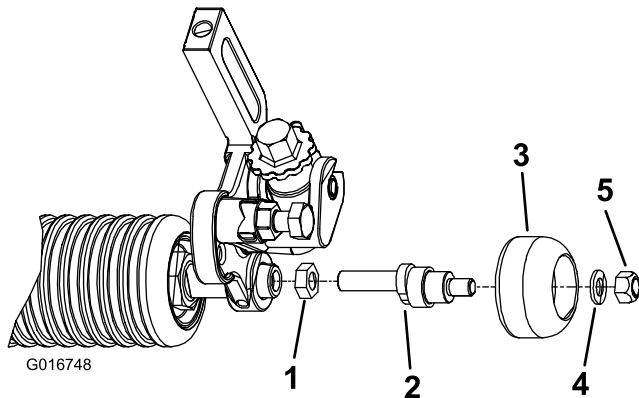

Figura 1
2. Enrosque la tuerca autoblocante a fondo en el extremo roscado más largo del eje acodado (Figura 1). El extremo deformable de la tuerca autoblocante debe entrar lo último en la rosca. No apriete.
3. Aplique Loctite azul a la rosca del extremo más largo del eje acodado (Figura 1).
5. Introduzca el conjunto de rodillo auxiliar en el otro extremo del eje acodado y sujételo con una arandela y una contratuerca (Figura 1).